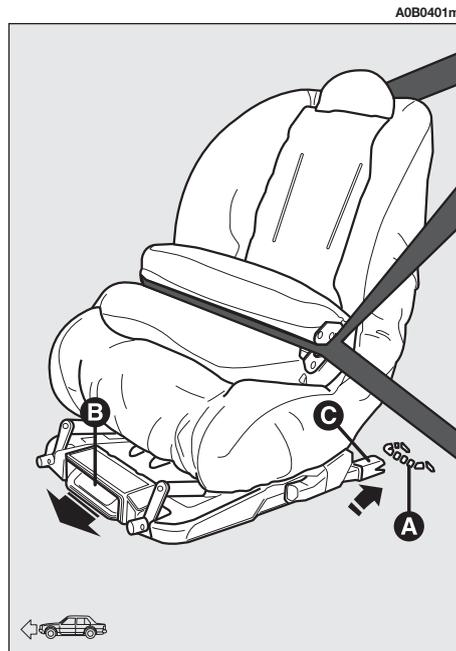

Abb. 62
- überprüfen, dass sich der Auslösehebel (**B**, **Abb. 62**) in Ruhestellung befindet (eingezogen).